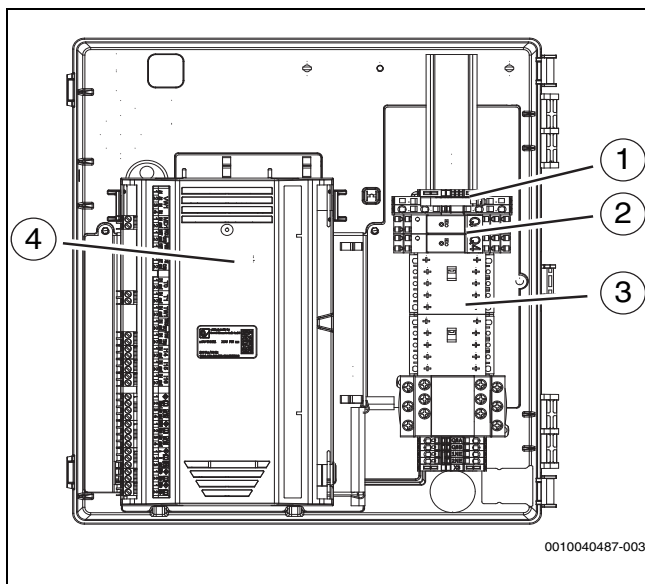

Bild 39 Anordnung der Komponenten im Klemmenkasten
- Anschlusskabel über die Kabelverschraubungen auf der Rückseite durch die Wellschläuche führen. Eine Verlängerungsschnur verwenden. Die richtige Reihenfolge der Schläuche ist Abbildung 39 zu entnehmen.
- Kabel mit Kabelbindern an den Befestigungspunkten befestigen (→Abbildung 39 [7] und [9]). Darauf achten, die Kabel nicht über Kreuz zu verlegen.